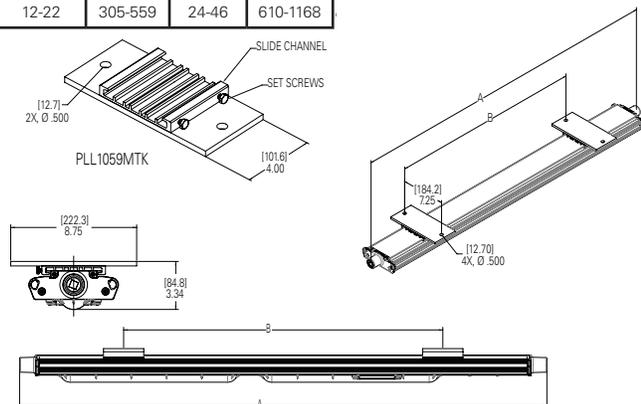

Figure 12
2. Marquer et percer les trous pour fixer les supports PLLA1059MTK. Utiliser quatre (4) boulons de 3/8 po (non inclus) pour prendre les mesures centre à centre (voir la figure 12). Espacer les trous des supports PLLA1059MTK au besoin. Les supports doivent être espacés d'au moins 305 mm (12 po) (voir la figure 12).
3. Le luminaire peut maintenant être installé. Il est fortement recommandé que deux (2) techniciens qualifiés fassent le montage final du luminaire, afin d'éviter des blessures corporelles ou des dommages au luminaire.
5. Serrer les quatre (4) vis de pression de 1/4 po sur les supports coulissants jusqu'à quelles viennent en butée (voir la figure 12). Serrer avec un couple de 8,8 N.m. (78 lb-po).